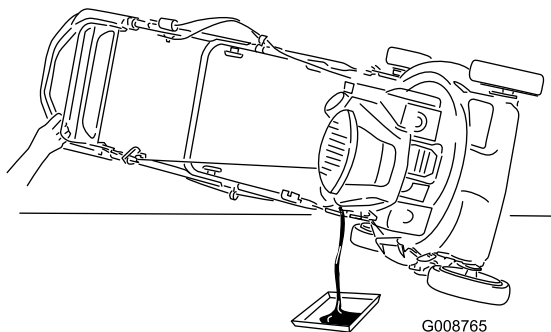

Figure 35
3. Inclinez la tondeuse sur le côté (filtre à air vers le haut) pour vidanger l'huile usagée par le goulot de remplissage (Figure 35).